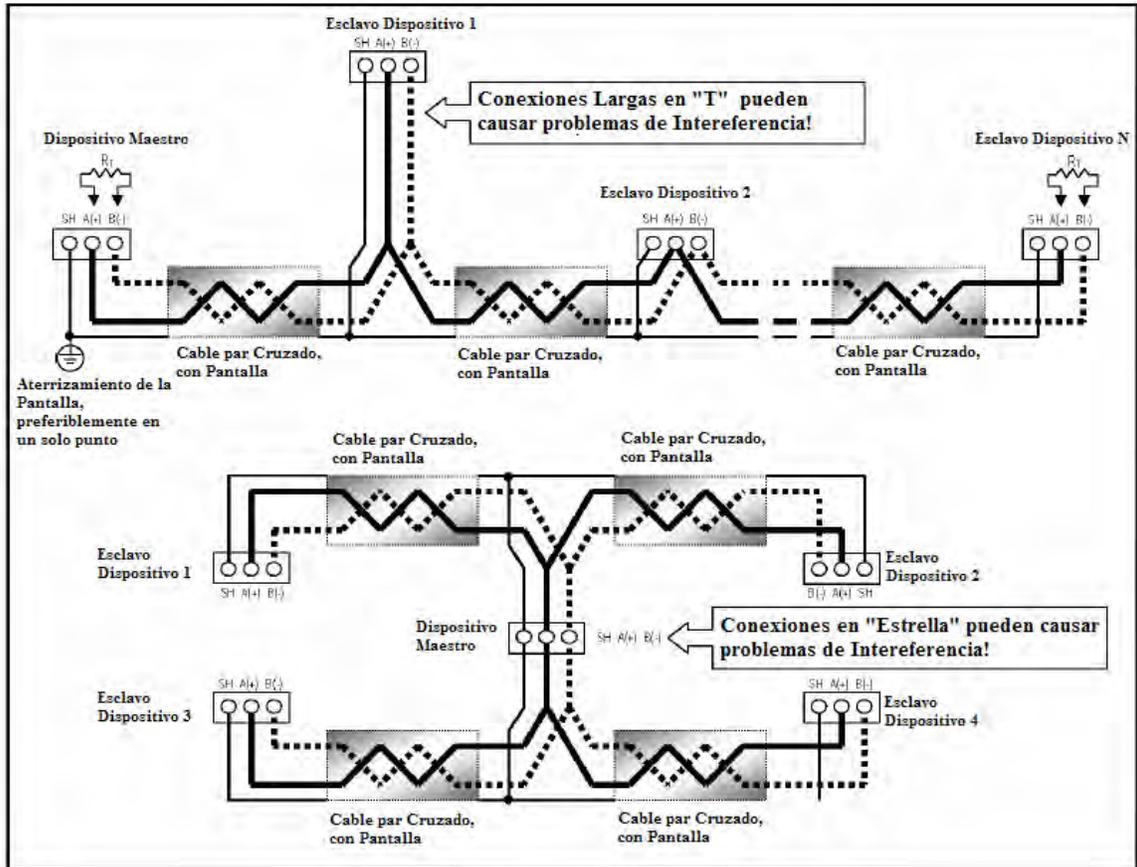

Figura 5.5: Topologías Estrella "T" y "Estrella"
- Evite tanto las conexiones "Estrella" y "T" (ver Figura 5.5).